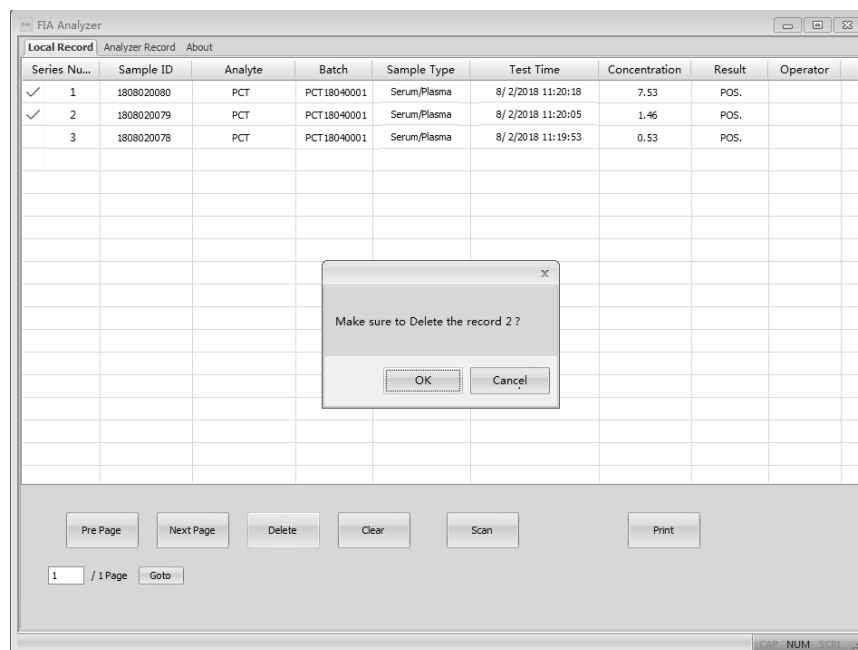

Fig. 41
- “Excluir”: Selecione os itens a serem excluídos e clique na guia “Excluir”, você pode obter um prompt como na Fig 41 para confirmar. Clique em “OK” para excluir.